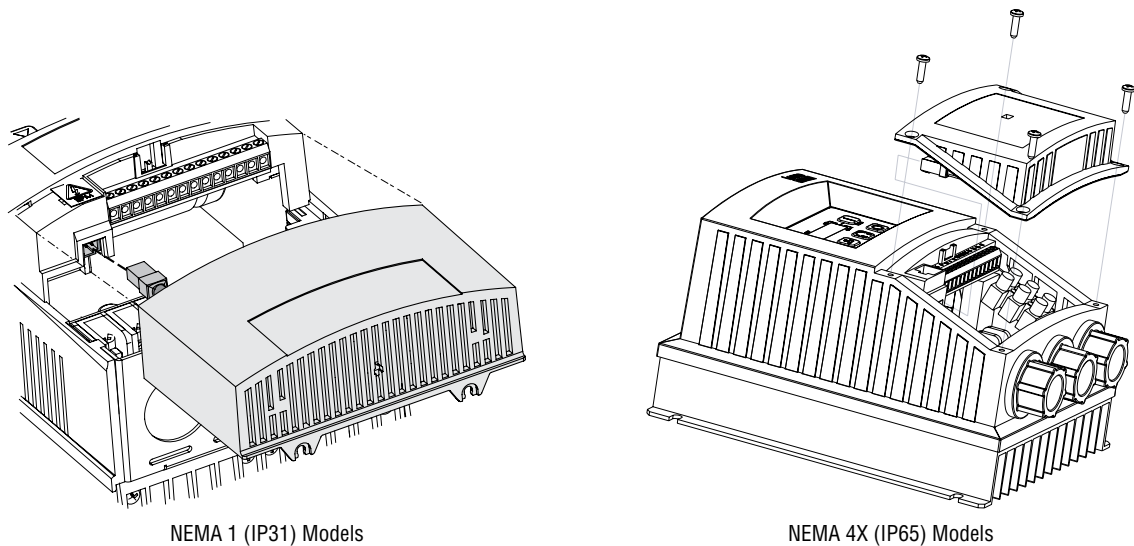

Figura 3: Rimontaggio del coperchio della morsettieria
4. Riallineare il coperchio alla morsettieria per il rimontaggio, collegare il connettore ombelicico del modulo all'azionamento, chiudere il coperchio e fissarlo saldamente come illustrato nella Figura 3.